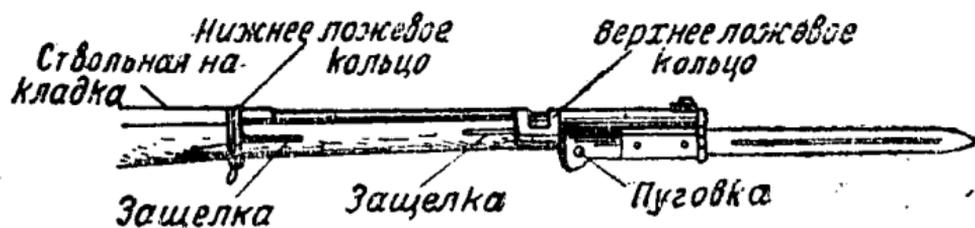

Рис. 9. Отделение штыка.
1. Отделить штык и шомпол. — Если к винтовке примкнут штык, то нажать большим пальцем правой руки на пуговку (рис. 9) на рукоятке штыка и, обхватив рукоятку штыка левой рукой, оттянуть ее вдоль ствола к дульной его части; отвинтить шомпол. Для чистки свинтить два шомпола от двух винтовок.
г) поставить винтовку отвесно дулом кверху и, утопив большим пальцем правой руки защелку нижнего ложевого кольца (рис. 9), снять кверху нижнее ложевое кольцо;
д) отделить ствольную накладку (рис. 9) от ствола;